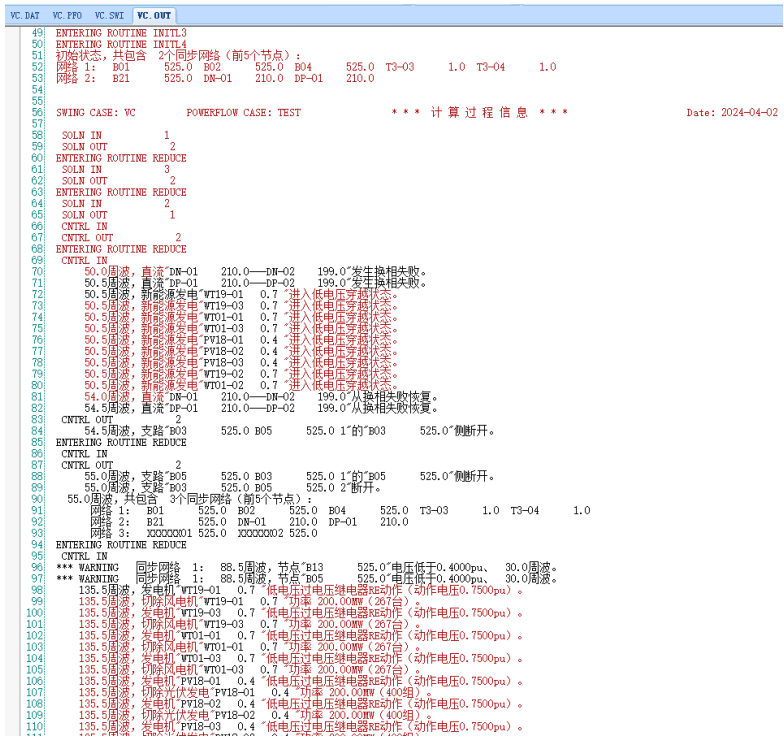

图 9 OUT 提示
4) 稳定计算过程结束后，自动弹出 VC.OUT 文件，如图 9 所示。该文件中详细描述了暂态过程中系统的动态变化，例如故障发生后新能源机组的低电压穿越状态、切机和脱网容量等详细情况。